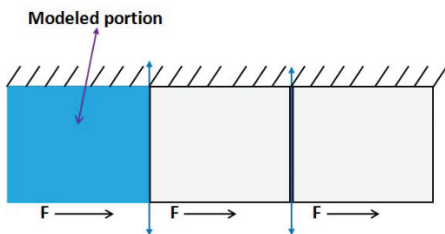

图 5-25 结构线性周期对称
- 结构线性周期对称，其对于约束和载荷的影响如图 5-25 所示。